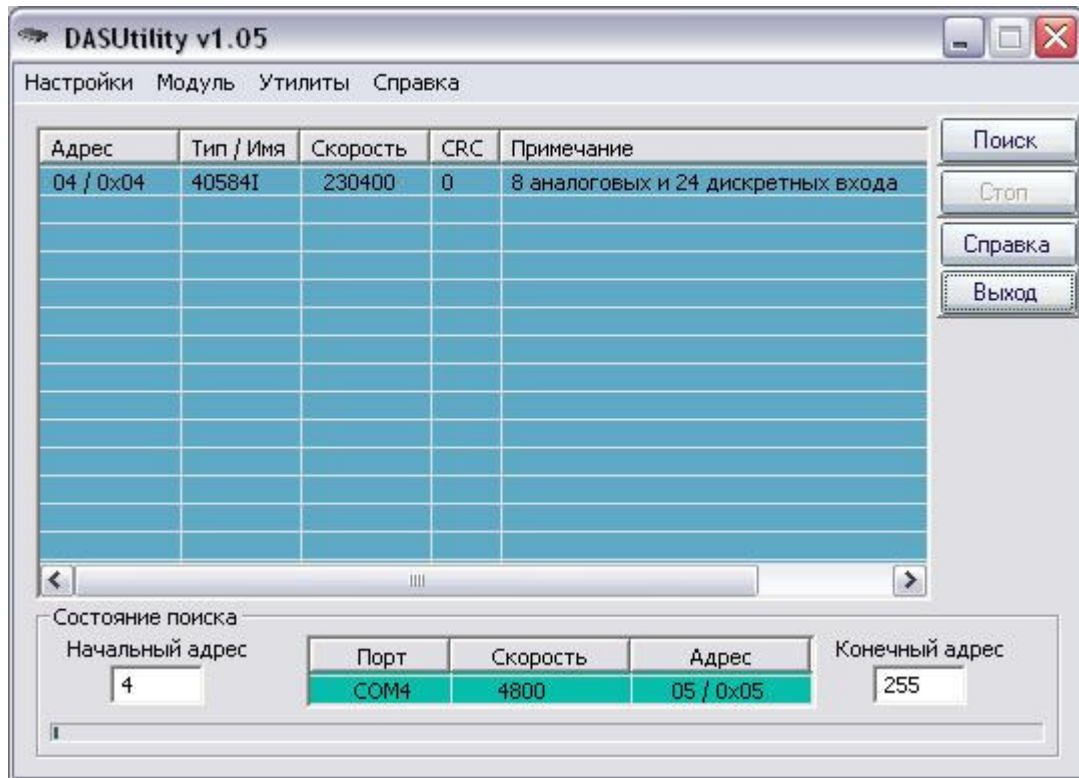

Рисунок 1
На экране появится диалог поиска модулей в соответствии с рис. 1.
- 1) В меню “Настройки” диалогового окна поиска (рис. 1) выбрать пункт “Настройка порта”;
- 2) Нажать правой кнопкой манипулятора “мышь” в любой области, кроме списка найденных модулей, диалогового окна поиска рис. 1, и в появившемся контекстном меню выбрать пункт “Настройка порта”;
2) выбрать опцию “Настройка” из меню “Модуль” диалогового окна поиска (рис. 1);